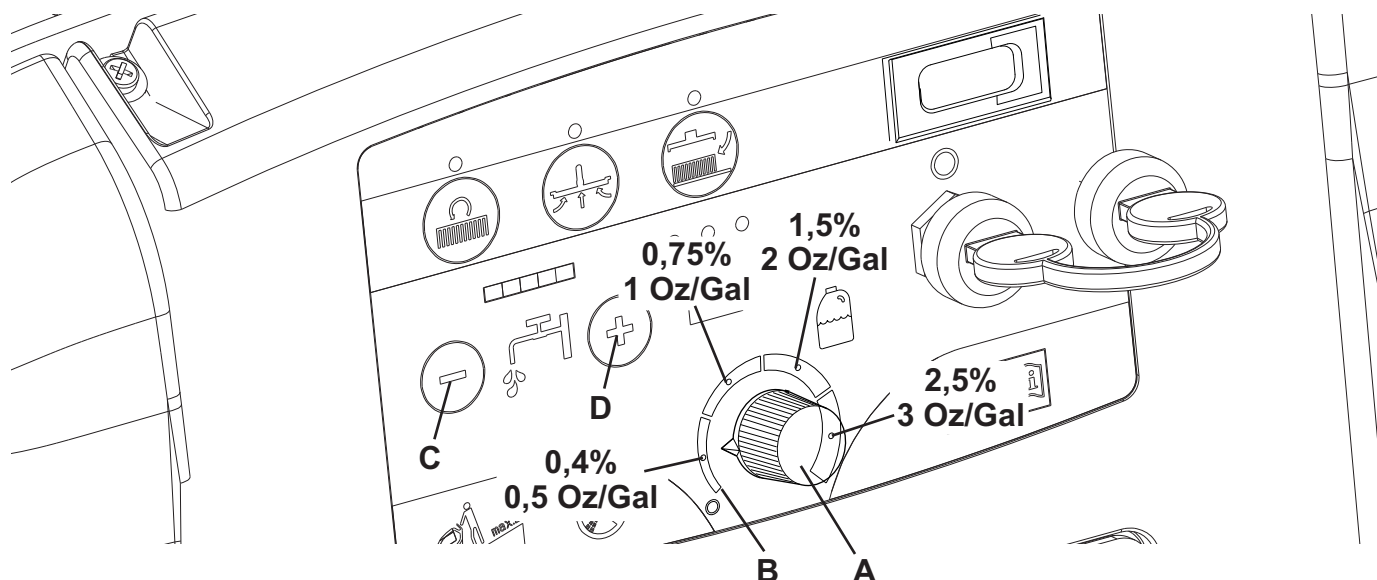

Figure 5
1. Tourner le pommeau (A. Fig. 5) dans le sens des aiguilles d'une montre pour augmenter la concentration du détergent et dans le sens contraire pour la réduire.
2. Les 4 zones colorées (B) correspondent aux valeurs des concentrations moyennes de détergent utilisé indiquées dans la figure.
3. Tourner le pommeau (A) complètement dans le sens contraire aux aiguilles d'une montre pour réduire à zéro la quantité de détergent.